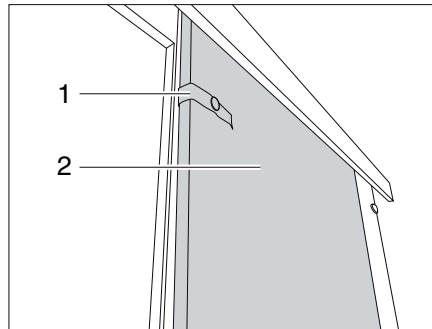

Fig. 236 Puerta corredera
- Soltar la cinta de seguridad (Fig. 236,1).
- Empujar la puerta corredera (Fig. 236,2) a la posición de cierre.
- Dirigir la puerta corredera (Fig. 236,2) a la posición de apertura.
- Fijar la puerta corredera con la cinta de seguridad (Fig. 236,1).